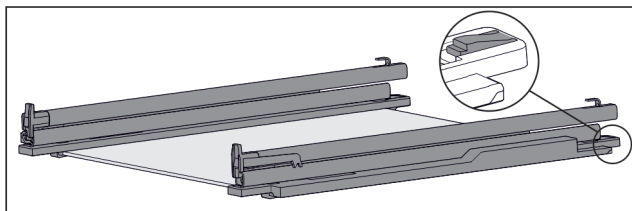

Fig. 133 Стеклопластина с направляющими и крепежными элементами
- ▶ Крепежный элемент сзади прижмите вниз (см. Fig. 133) и одновременно отодвиньте направляющую назад.